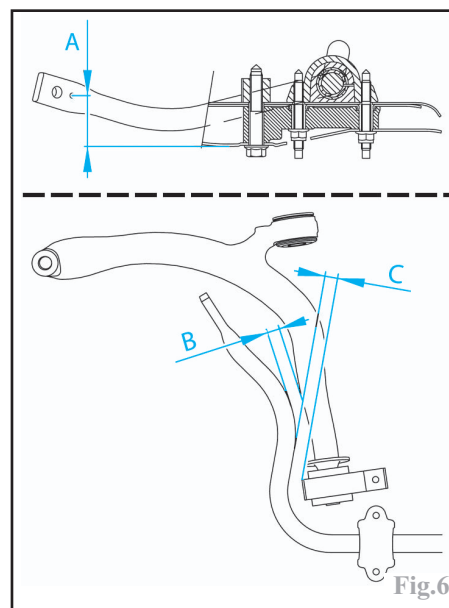

Fig.6
- Positionner la barre stabilisatrice de façon à obtenir $A = 50 \pm 5\text{mm}$ (Fig.6).
- Vérifier l'alignement de tel sorte que les cotes (B) et (C) soient identiques des deux côtés.